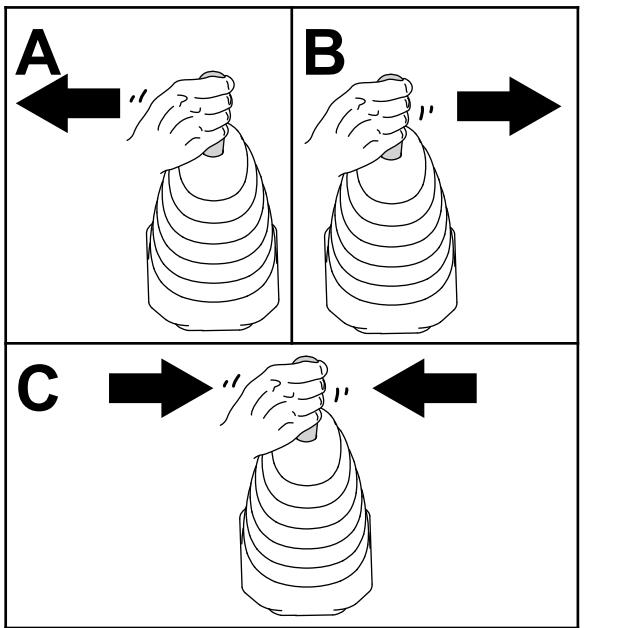

Figura 51
4. Mueva el joystick de la pala cargadora a la izquierda, luego a la derecha, y luego otra vez a la posición de PUNTO MUERTO para aliviar la presión en los acoplamientos hidráulicos (Figura 51).